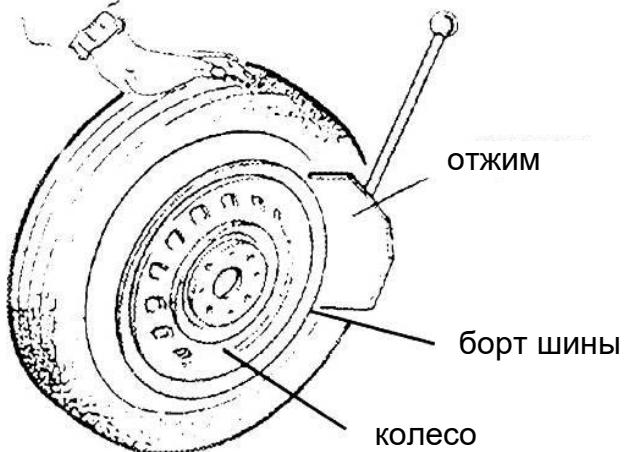

Рисунок 5
6.2.2 Откройте отжимную рукоять вручную путем наклона ее наружу. Поместите колесо в сборе напротив резиновой накладки. Поместите отжим напротив борта шины на расстоянии около 10 мм от края обода (рисунок 5).
- 6.2.4 Поверните немного шину и повторите операцию по всей окружности обода колеса пока борт шины полностью не отделяется от обода. (рисунок 5).